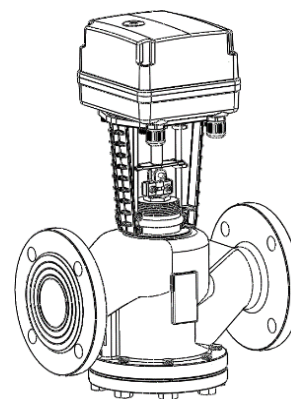

Рис. 9
- 5. После того, как вся конструкция собрана, два кольца указателя (одно красное и одно синее) на кронштейне привода затягиваются в положение указателя (Рис.9).